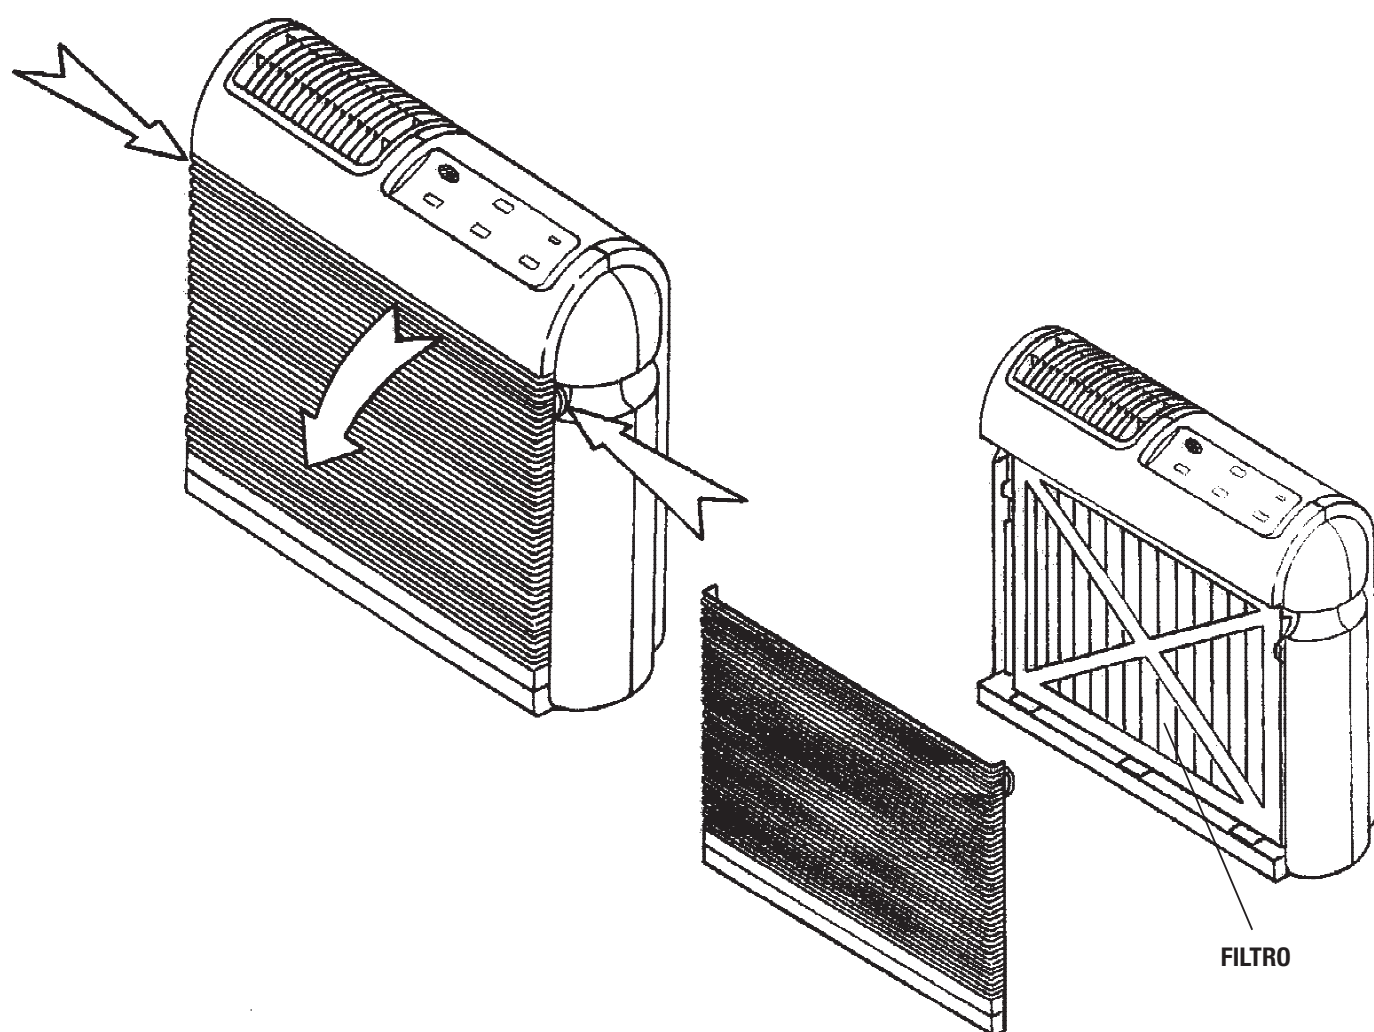

Fig. 4
- Retirar a grelha pressionando sobre as patilhas de retenção tal como indica a fig.4